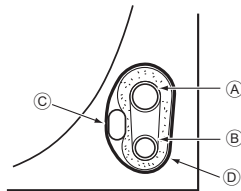

Fig. 4-4
4.4.1. Alojamiento en el espacio para tuberías de la unidad (Fig. 4-4)
- ① Tubo de gas
- ② Tubo de líquido
- ③ Cable de conexión interior/exterior
- ④ Cinta de fieltro ③